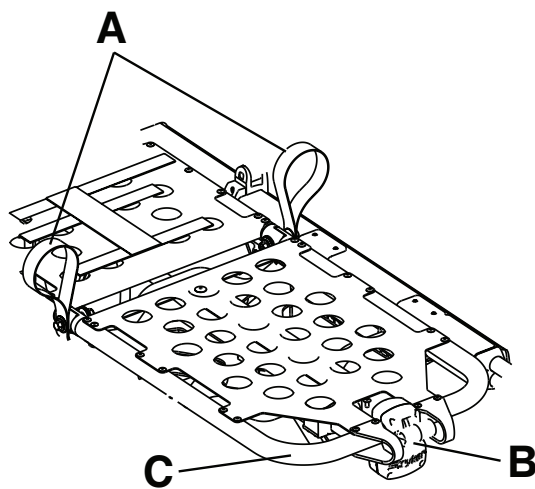

Рисунок 13 – Коленная секция
1. Поднимите одну из двух красных подъемных петель (А) до выдвижения коленной секции на максимальную высоту (Рисунок 13).